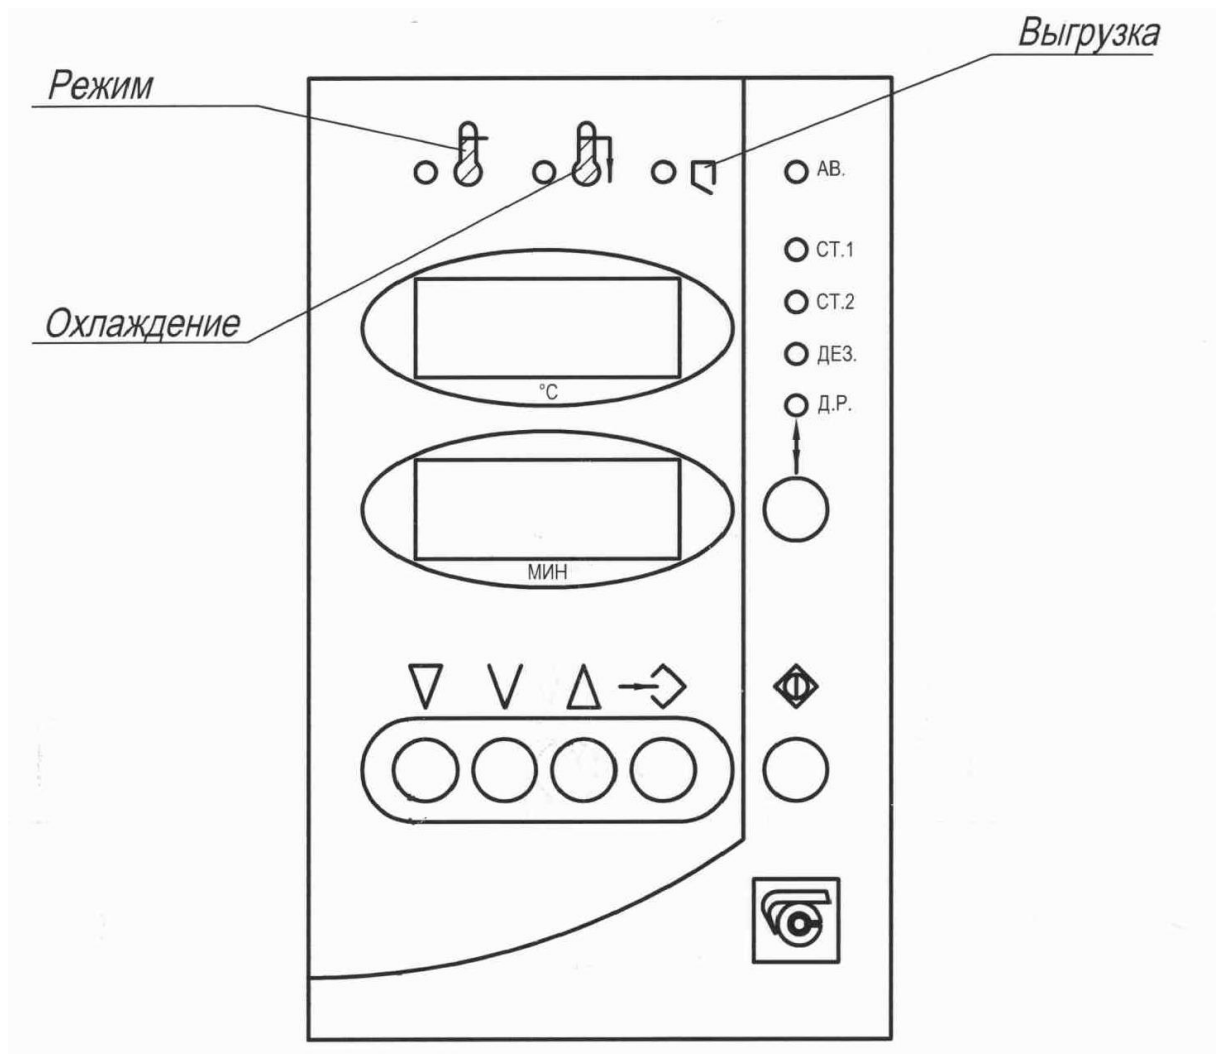

Рисунок 2 – Панель управления
10.4. Включить стерилизатор, нажав на выключатель сети, расположенный внизу приборного отсека, при этом включится вентилятор, на индикаторах температуры «°С» появится текущая температура в камере. Выбрать нужную программу работы стерилизатора путем последовательного нажатия клавиши « $\updownarrow$ » на панели управления (рисунок 2), при этом загорается соответствующий данной программе светодиод. На индикаторах температуры появится значение номинальной температуры выбранного режима, а на индикаторах времени «МИН» – время выдержки для выбранного режима.